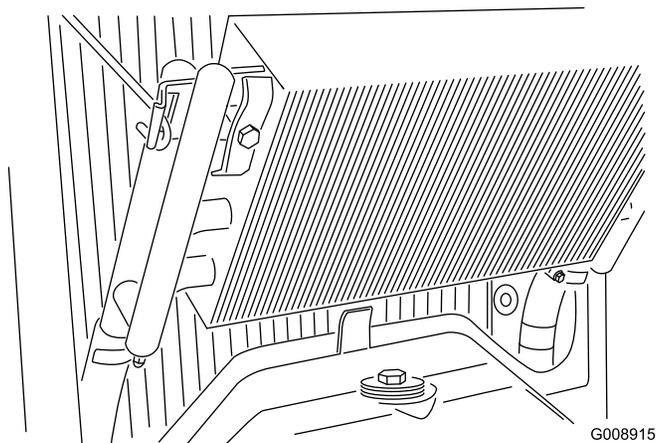

Bild 51
3. Entriegeln Sie den Ölkühler und schwenken ihn nach hinten (Bild 51). Reinigen Sie beide Seiten des Ölkühlers und des Motorkühlers gründlich mit Wasser oder mit Druckluft. Schwenken Sie den Ölkühler in seine ursprüngliche Position zurück.